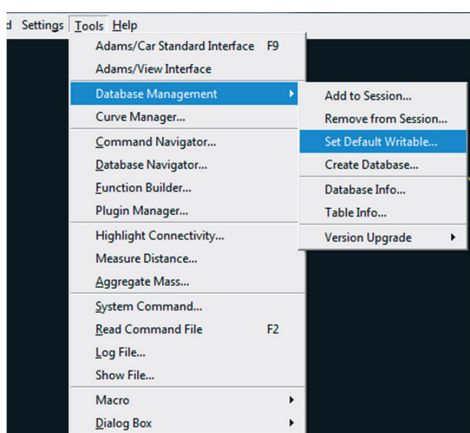

Figura 4.8 – Definindo o diretório padrão.
- A próxima etapa é definir o diretório de trabalho criado como sendo o diretório padrão onde os arquivos referentes ao projeto executado serão salvos. Para isso, abra o menu *Tools*, clique em *Database Management* e, em seguida, clique em *Set Default Writable* (Figura 4.8).